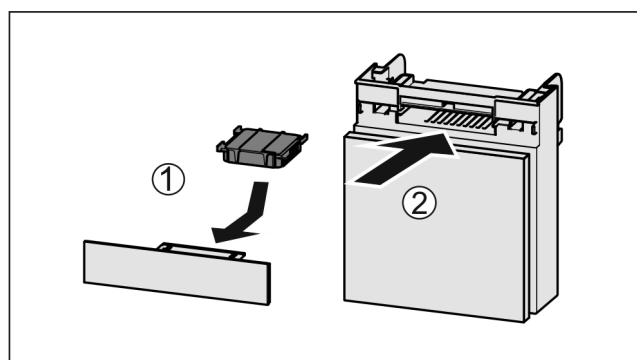

Fig. 146
- ▶ 按图装入 Fig. 146 (1)活性炭过滤器。
- ▶ 推入 Fig. 146 (2)抽屉。